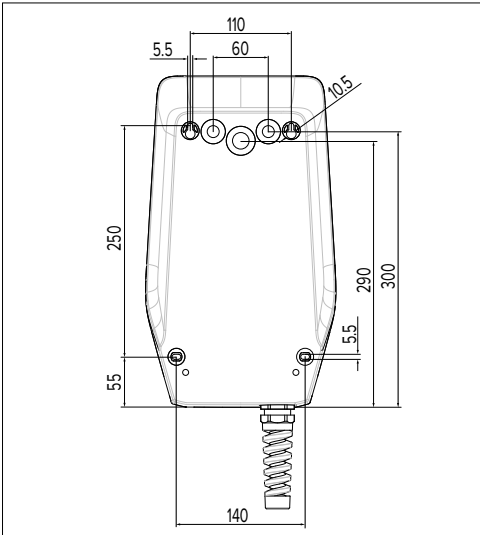

Bild: 6. Borrmått [mm]
Vid väggmontering måste positionen för matarkabeln markeras med hjälp av den bifogade bormallen eller bilden "Bild: 6. Bormått [mm]". Kabelgenomföringar finns på baksidan, undersidan och ovasidan.
- ▶ Rita upp borrhålen med hjälp av den bifogade bormmallen eller bilden "Bild: 6. Borrmått [mm]". Kontrollera att bormmallen är vågrät.